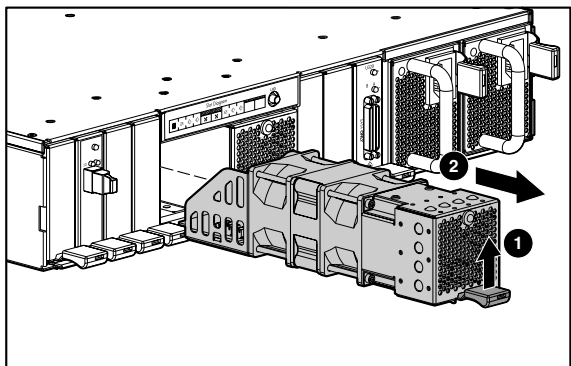

Figura 3: Rimozione del modulo della ventola
1. Sollevare la levetta rossa del modulo della ventola ❶ ed estrarre il modulo della ventola dal contenitore ❷ come illustrato nella Figura 3.